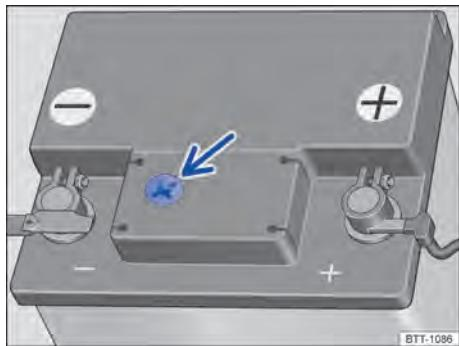

Fig. 170 No compartimento do motor: exemplo de posição do visor no lado superior da bateria do veículo.
- O visor redondo → Fig. 170 na parte superior da bateria do veículo muda de cor conforme o nível do eletrólito.